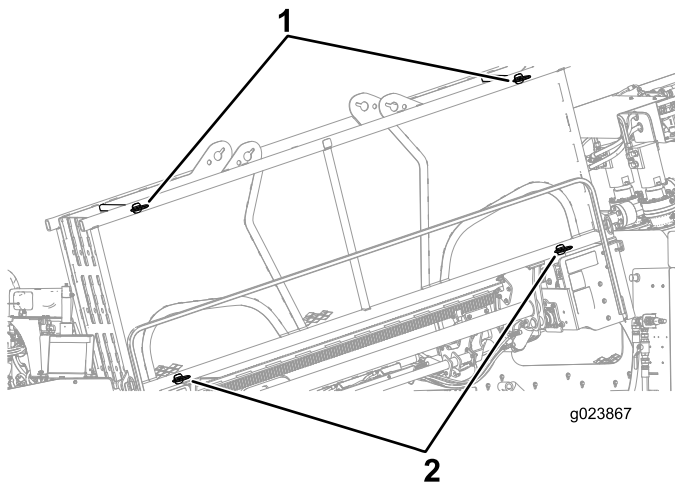

Figure 59
1. Vérifiez que les 2 goupilles supérieures et les 2 goupilles inférieures sont en place pour fixer la tige dans le porte-tiges (Figure 59).